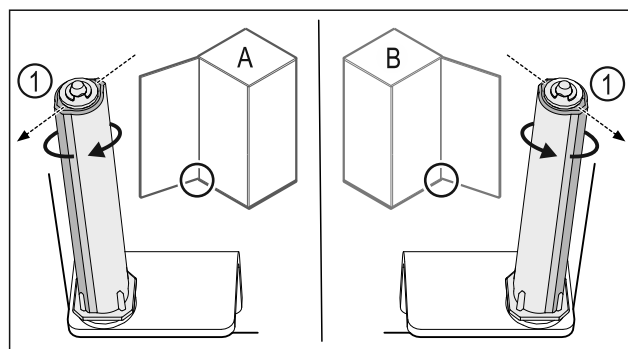

Fig. 37 Battuta di arresto sinistra (A) / battuta di arresto destra (B)
- Ruotare il sistema di chiusura in opposizione alla resistenza, fino a quando la staffa del sistema di chiusura Fig. 37 (1) non punta verso l'esterno.